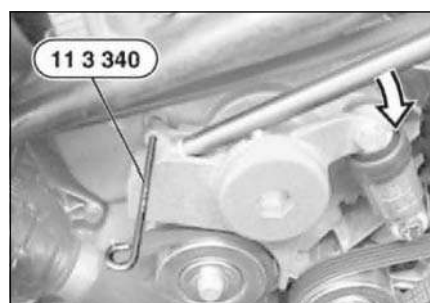

Рис. 6.45. Натяжной ролик
- Вставить удлинитель торцевого ключа в гнездо (стрелка, рис. 6.45), отжать натяжной ролик приводного